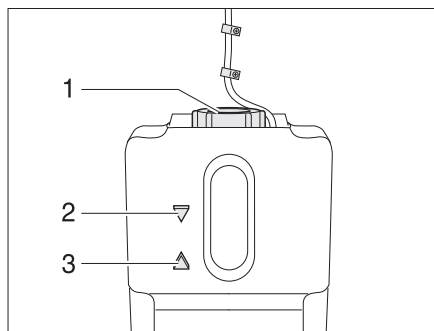

Fig. 257 Vase d'expansion pour le chauffage à eau chaude
- Contrôler si le liquide se trouve entre les marques "MIN" (Fig. 257,3) et "MAX" (Fig. 257,2) sur le vase d'expansion (Fig. 257).
- Ouvrir le bouchon du vase d'expansion (Fig. 257,1).